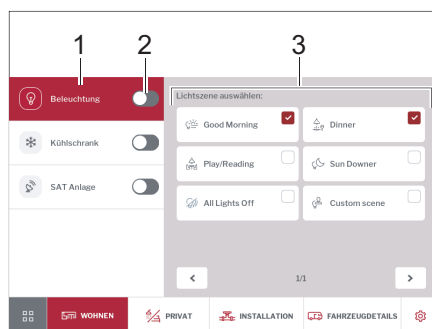

Bild 281 Belysning
- Med skjutreglaget (Bild 281,2) sätter du på och stänger av belysningen.
- Klicka på knappen *Belysning* (Bild 281,1).
Välj ljusscen på kontrollpanelen (Bild 281,3).